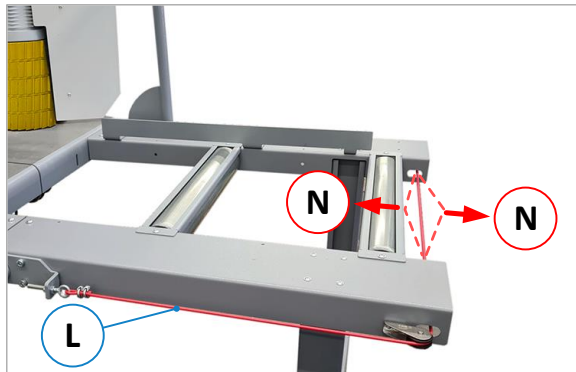

Figure 38 : actionner la corde d'arrêt d'urgence
- Dès que la corde d'arrêt d'urgence (L) est tirée vers l'avant à la main ou poussée vers l'arrière avec le corps, l'interrupteur (S) se déclenche et la machine est mise en état d'arrêt d'urgence (N), ⇒ Figure 38.
- Un état d'arrêt d'urgence (N) existe également en cas de perte de tension ou de rupture de corde.